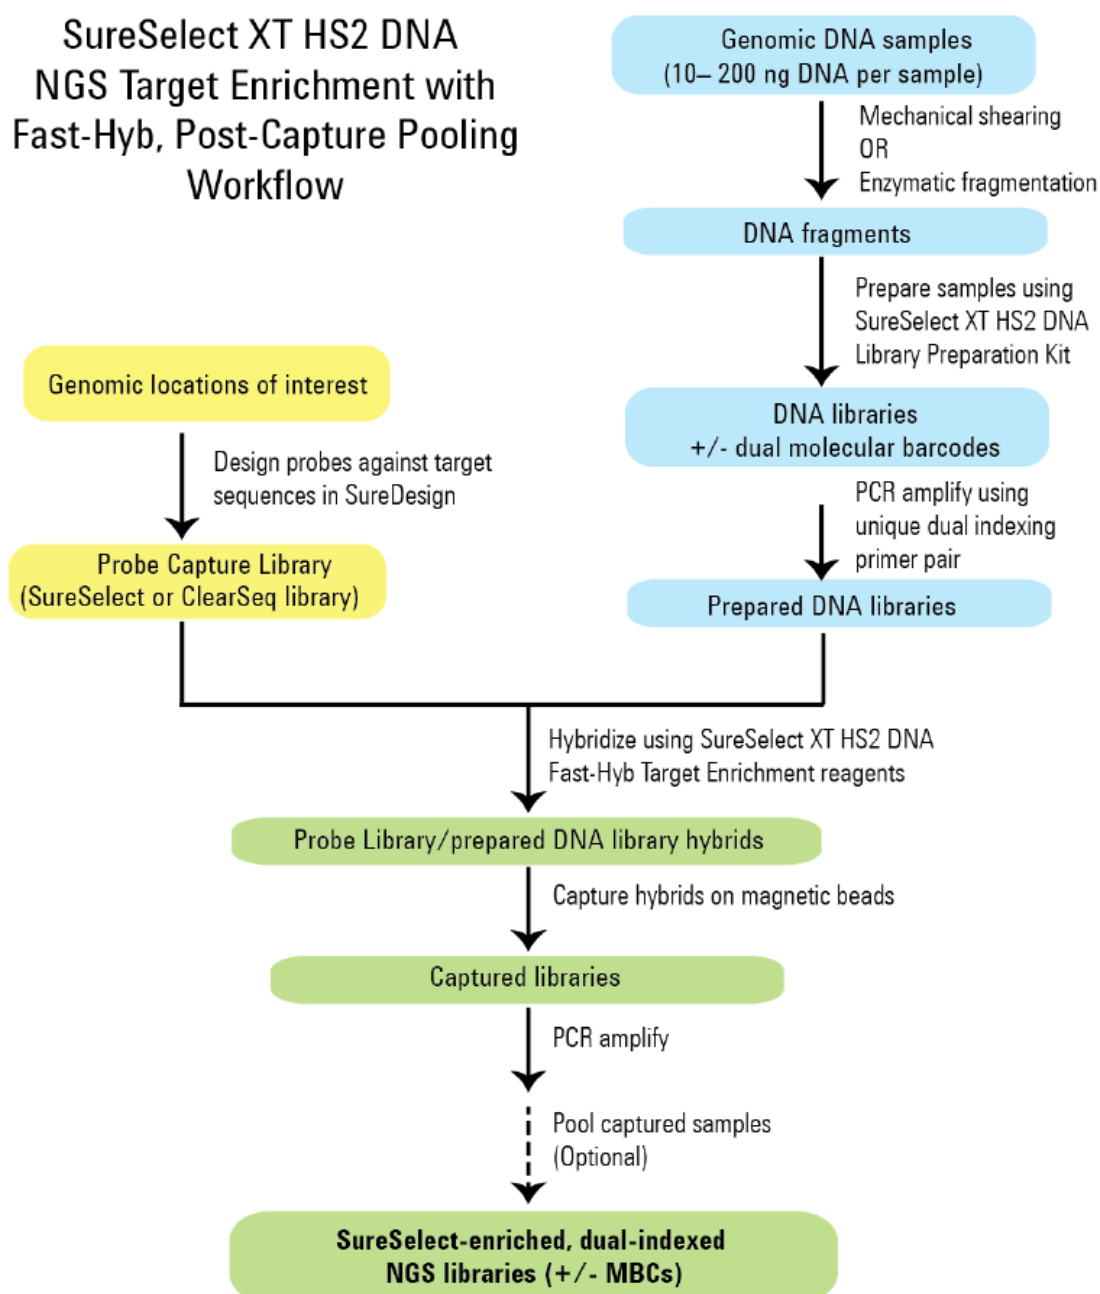

図 1 ターゲットエンリッチメントシーケンスライブラリ調製のワークフロー
- ・ 9 ページの図 1 および表 1 をアップデートしました。
SureSelect XT HS2 DNA のワークフローを図 1 に示します。各ステップに要する時間は